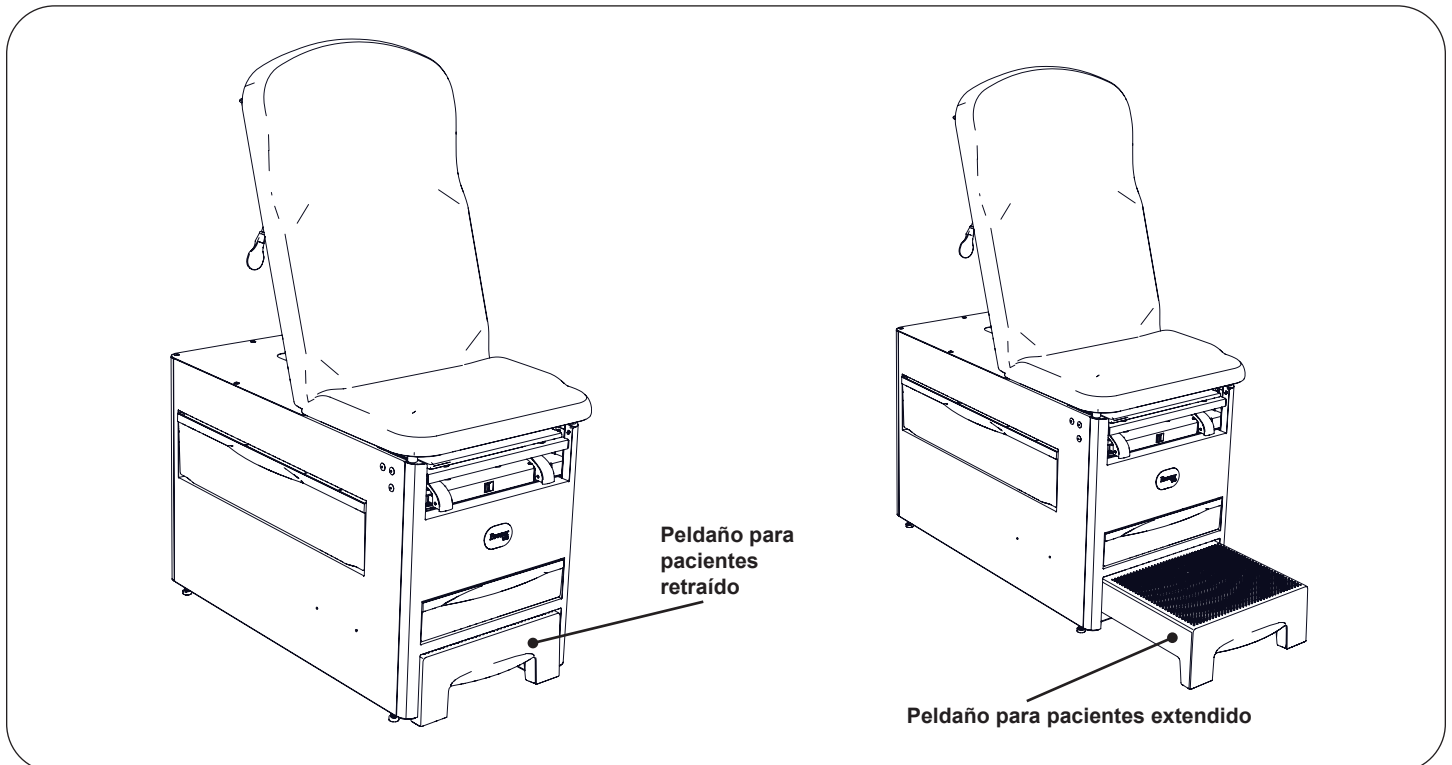

Figura 9. Operación del peldaño para pacientes
1. Coloque la mano o el pie en la abertura delante del peldaño y suavemente levante mientras extiende completamente el peldaño para pacientes (Figura 9).